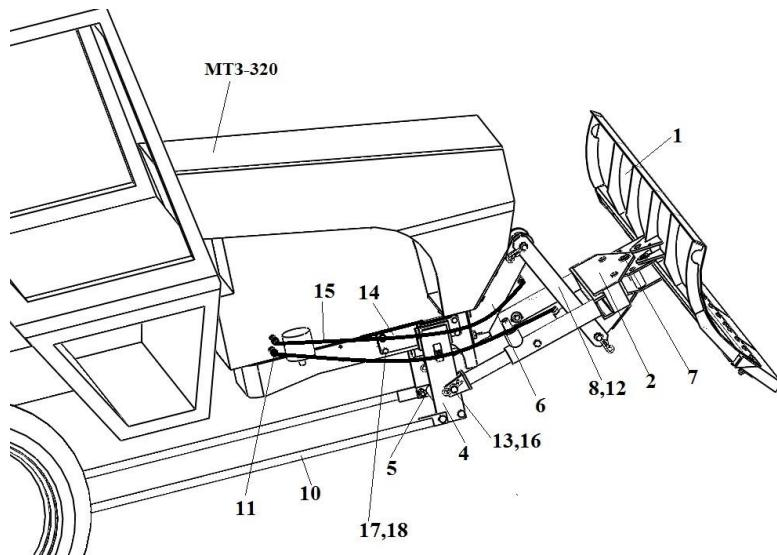

Рис.3 КО320-2,0
## 2.7 Устройство и работа оборудования КО320-2,0 и КО320-2,0.ГП с гидроповоротом (рис.3,4)
Плужное оборудование (рис.3,4) состоит из:
2.8.9 Для отвала без гидроповорота (рис.3) полости гидроцилиндра соединить с гидросистемой трактора при помощи двух РВД L=1,4м (15) и переходником (11) (П320.10.000).